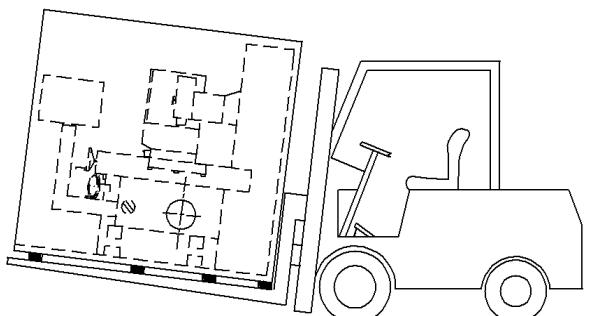

Рис.4.2.1
(2) Грузоподъемность погрузчика должна превышать вес перемещаемого груза.
(3) Способ транспортировки показан на Рис.4.2.1, длина вил погрузчика должна быть достаточной, чтобы они проходили по всей длине станка.
(4) Не поднимайте упаковку выше чем на 120 мм.
(5) Оператор погрузчика должен иметь соответствующую квалификацию и допуск к работам.